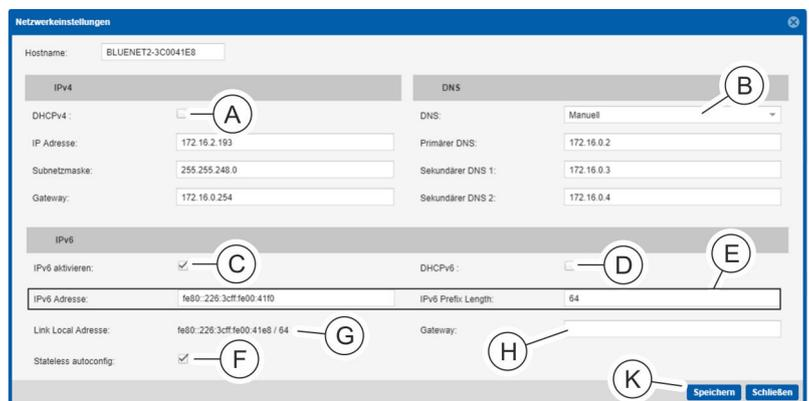

Abb. 136: Fenster "Netzwerkeinstellungen"
- Im Fenster "Netzwerkeinstellungen" im Bereich „IPv4“ die Checkbox „DHCIPv4“ aktivieren (Abb. 136/A).
Im Bereich „DNS“ (Abb. 136/B) den Parameter "DHCIPv4 bevorzugen" oder "DHCIPv6 bevorzugen" auswählen.
- Im Bereich „IPv6“ ggf. die Checkbox „IPv6 aktivieren“ (Abb. 136/C) anklicken. Wenn „IPv6“ aktiviert ist, wird eine „Link Local Adresse“ (Abb. 136/G) automatisch auf der PDU gesetzt.
5. ➤ Wenn die Checkbox „IPv6 aktivieren“ angeklickt ist, bei Bedarf die Checkbox „DHCPv6“ (Abb. 136/Ⓞ) aktivieren.
Alternativ die Checkbox „DHCPv6“ nicht aktivieren und IPv6-Adresse und IPv6-Prefix-Length manuell eintragen (Abb. 136/Ⓞ).
6. ➤ Bei Bedarf im Bereich „IPv6“ einen Gateway eintragen (Abb. 136/Ⓞ).
7. ➤ Bei Bedarf im Bereich „IPv6“ die Checkbox „Stateless autoconfig“ (Abb. 136/Ⓞ) aktivieren.
8. ➤ Eingabe über die Schaltfläche „Speichern“ (Abb. 136/Ⓞ) bestätigen.